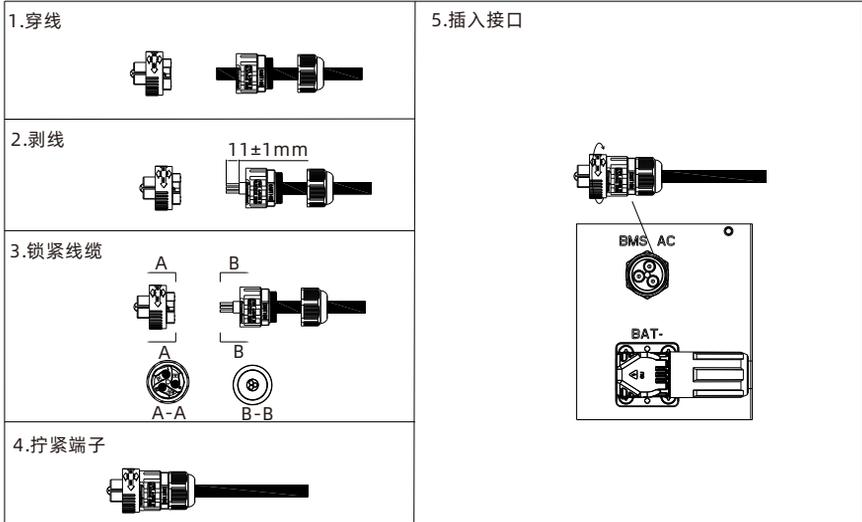

图 6.7 BMS-AC 端子示意图
2. 机器BMS-AC端子属于对插端子，端口图如图6.7所示；对应对插端子在发货附件中，根据表6.3进行线缆连接；